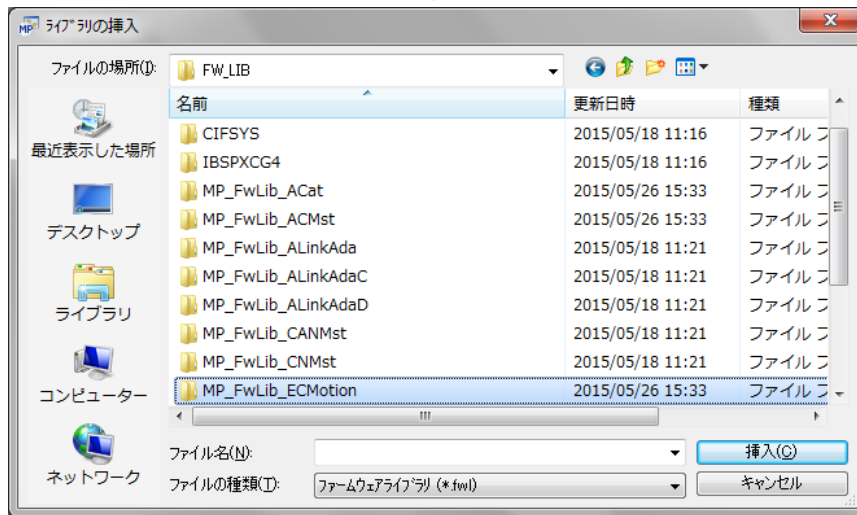

図 3-2-3. 挿入ライブラリディレクトリ選択
- ③ 図 3-2-3 の画面が表示されますので、「MP\_FwLib\_ECMotion」という名前のディレクトリを選択してください。